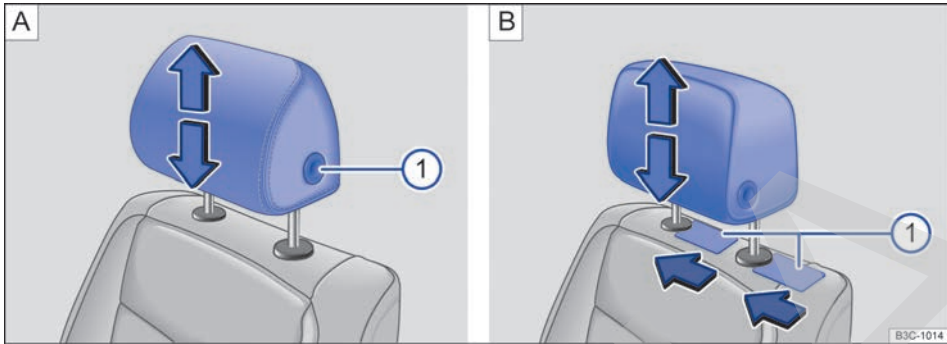

Fig. 64 Desmontaje de los apoyacabezas delanteros: en vehículos sin **A** y con **B** apoyacabezas con ajuste longitudinal.
- Extraiga el apoyacabezas a la vez que presiona completamente la tecla → fig. 64 **A** ①.
- Baje el apoyacabezas completamente a la vez que presiona la tecla → fig. 64 **A** ①.
- Introduzca a ambos lados un objeto plano (una tarjeta de plástico, p. ej.) entre el tapizado del respaldo y la tapa de la barra del apoyacabezas, y desbloquee al mismo tiempo las barras ejerciendo una ligera presión → fig. 64  ①.